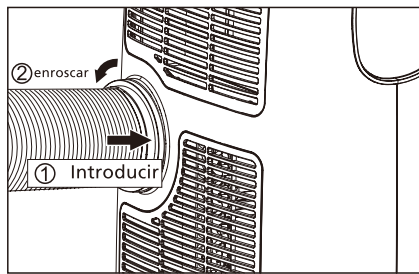

Fig. 4
- 3 Instale el extremo de entrada en la unidad (Fig. 4).